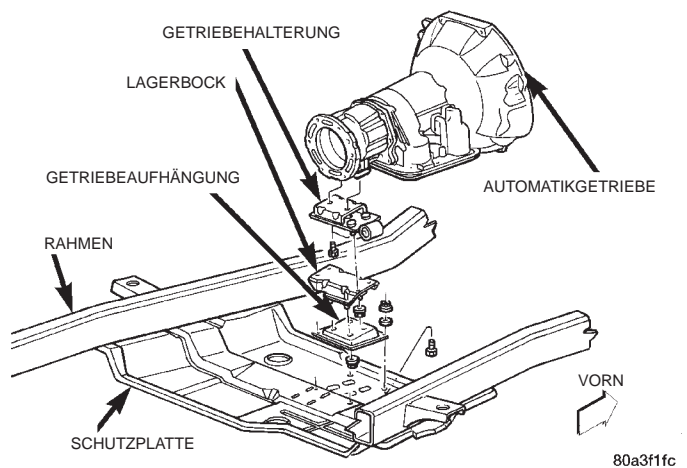
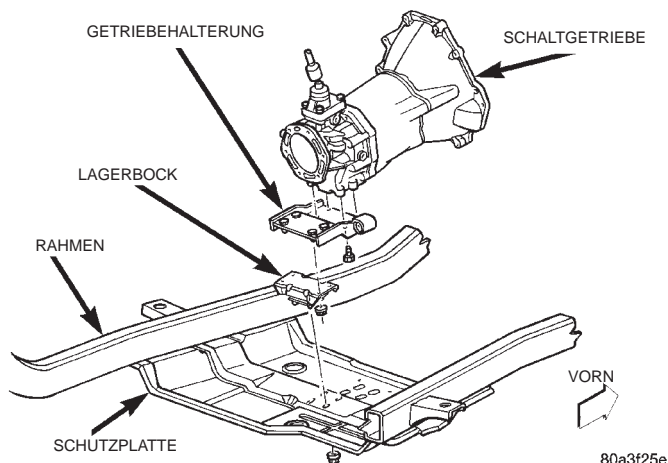

Abb. 4 Getriebeaufhängung—Automatikgetriebe
Abb. 5 Getriebeaufhängung—Schaltgetriebe
- (1) Das Fahrzeug anheben und sicher abstützen.
- (2) Das Getriebe abstützen.
- (3) Die Muttern lösen, mit denen die Getriebeaufhängung an der Schutzplatte befestigt ist (Abb. 4) und (Abb. 5).